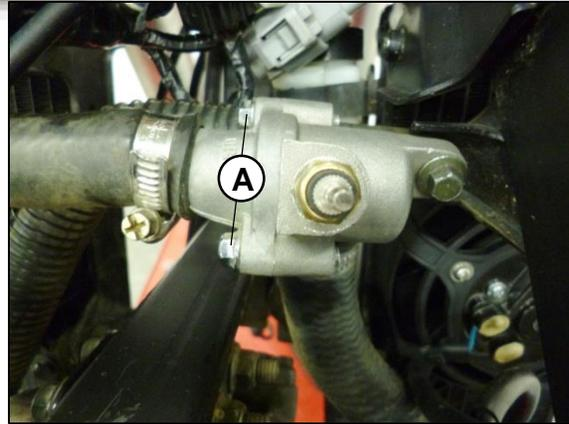

Fig. 71
Retire los dos tornillos (A) y retire el termostato. **Fig. 71**